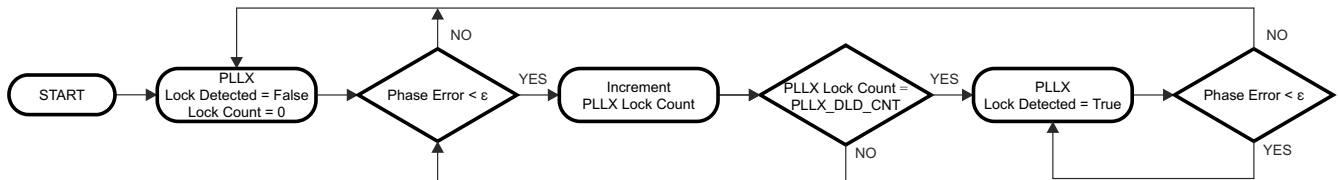

图 8-8. 数字锁定检测流程图
PLL1 和 PLL2 都支持数字锁定检测。数字锁定检测功能会比较 PLL 的参考路径 (R) 与反馈路径 (N) 之间的相位。当两个信号之间的时间误差 (即相位误差) 小于指定窗口大小 (ϵ) 时，锁定检测计数将递增。当锁定检测计数达到用户指定的值 PLL1_DLD_CNT 或 PLL2_DLD_CNT 时，锁定检测将置位为 true。一旦数字锁定检测为 true，指定窗口外的单相比较将导致数字锁定检测被置位为 false。如图 8-8 所示。